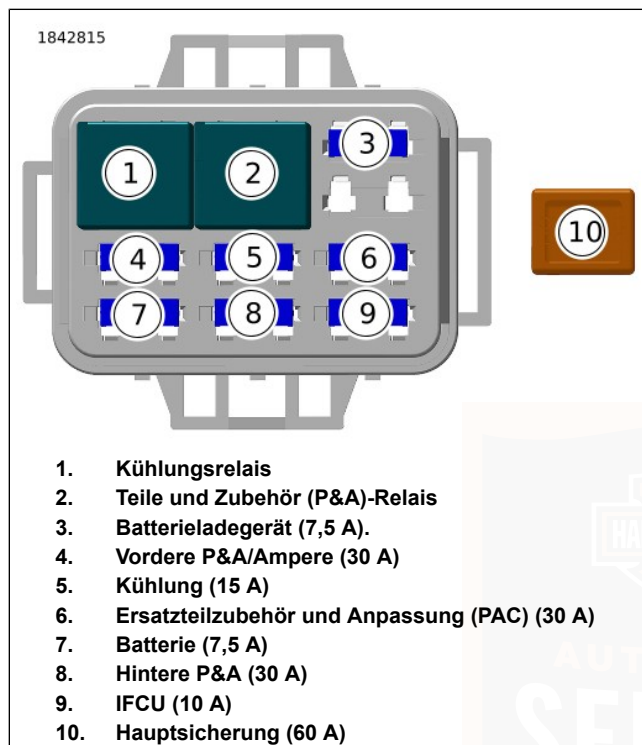

Abbildung 119. Identifizierung von Sicherungen und Relais
4. Siehe Abbildung 119. Die Sicherung entfernen und den Schmelzeinsatz überprüfen.